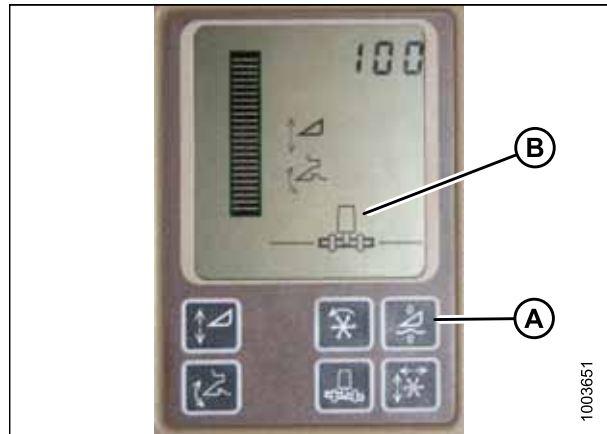

Figura 3.321: Pantalla de la cosechadora John Deere
NO utilice la función de flotación activa de la plataforma (A) junto con el control automático de altura de la plataforma (AHHC) MacDon, ya que los dos sistemas se contrarrestan entre ellos. El símbolo de plataforma (B) en la pantalla **NO** debe presentar una línea ondulante debajo de él y debe aparecer exactamente como se muestra en la pantalla activa de control de la plataforma en la figura 3.321, página 216.